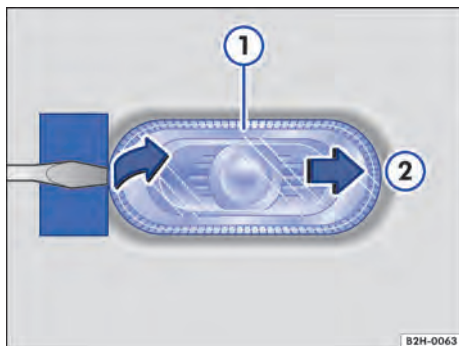

Fig. 201 Lado esquerdo do veículo: remover a lanterna lateral dos indicadores de direção
2.	Posicionar a chave de fenda das ferramentas de bordo com a lâmina plana no lado da lanterna lateral do indicador de direção que aponta para a traseira do veículo →  . Deslocar a lanterna lateral dos indicadores de direção para trás, em sentido oposto ao da força de mola → Fig. 201  .